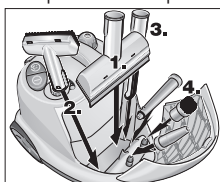

Fig. 10: Compartimento para acessórios
- Coloque o bocal manual, bocal para janelas, bocal puntiforme e as peças pequenas no compartimento para acessórios (ver fig. 10).